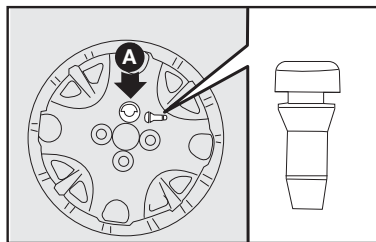

fig. 7
8) colocar a calota cuidando para que o símbolo , na parte interna, fique em correspondência com a válvula, e dessa maneira o furo maior da calota **A**-fig. 7 passe pelo parafuso já fixado;